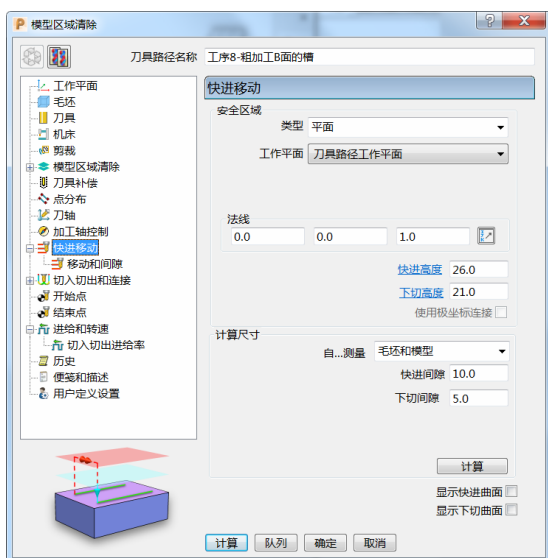

图 6-72
6) 快进移动: 安全区域类型选择“平面”, 工作平面选择“刀具路径工作平面”, 法线设定为 (0.0, 0.0, 1.0), 设定快进间隙“10.0”、下切间隙“5.0”, 然后单击“计算”按钮。(图 6-72)